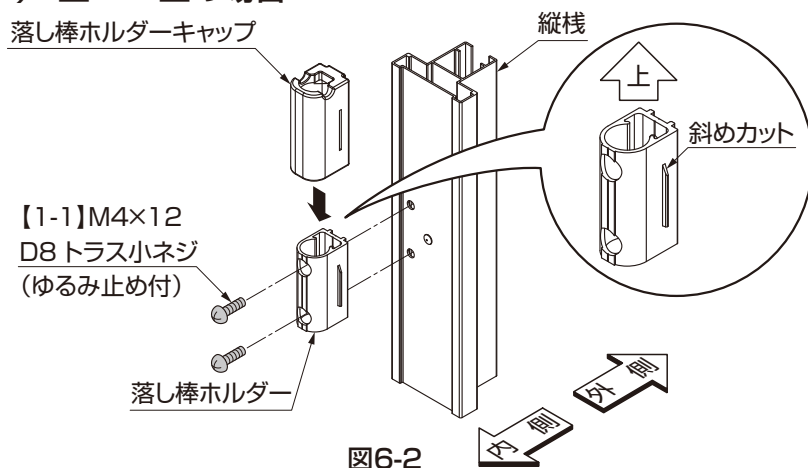

図6-2
①本体の家側の縦棧に、落し棒ホルダーを斜めカットを上にして、【1-1】で固定してください。(図6-2参照)
②落し棒ホルダーキャップを、上からはめ込んでください。(図6-2参照)
(3) 落し棒の組付け